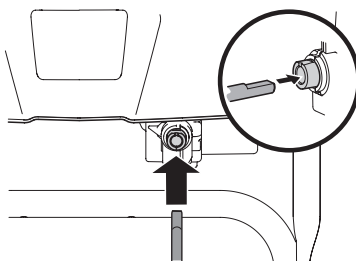

Figure 2-31
- Modèles dotés d'une commande électrique de goulotte - Enfoncez l'autre extrémité de la tige de commande de la goulotte dans le raccord sous le panneau de bord. Vérifiez que les extrémités plates de la tige et du raccord sont bien alignées. Il faudra peut-être tourner la tige pour que les deux surfaces s'alignent. Voir l'encadré de la Figure 2-31.